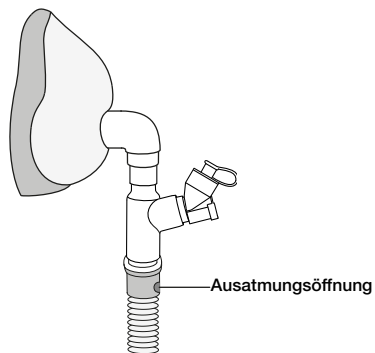

Abbildung 8. Anschließen des Aerogen Solo an eine nichtinvasives
2. Den Aerogen Solo und das Aerogen T-Stück zwischen der Maske und der Ausatemungsöffnung des NIV-Einschlauchsystems platzieren (wie in Abbildung 8 dargestellt)